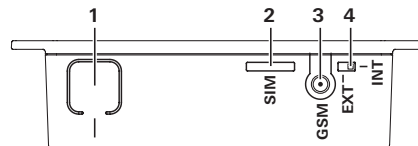

Fig. 2 – vista parte superiore
- Premere il tasto (fig. 2 – 1) sulla Truma iNet Box per circa 1 secondo.